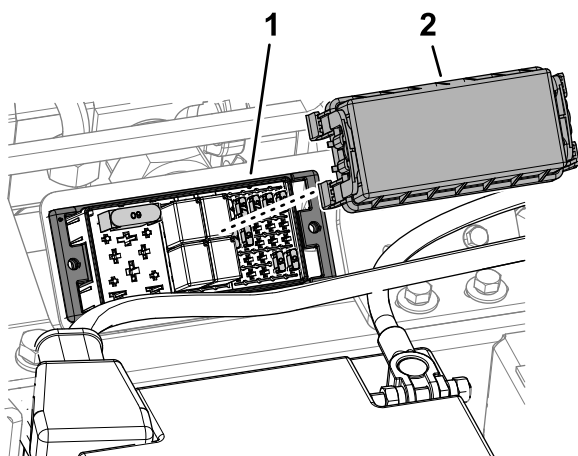

Figura 61
2. Togliete il coperchio del portafusibili (Figura 61).
5. Montate il coperchio del portafusibili (Figura 61).